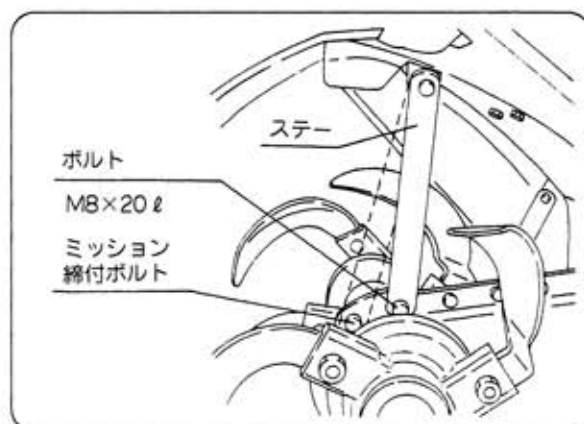

図58
- ⑤ ステアを1段上にセットしてください。(M8×20 ℓ ボルト) (図58)
- ⑥ ミッション締付ボルトを取付てください。(図58)